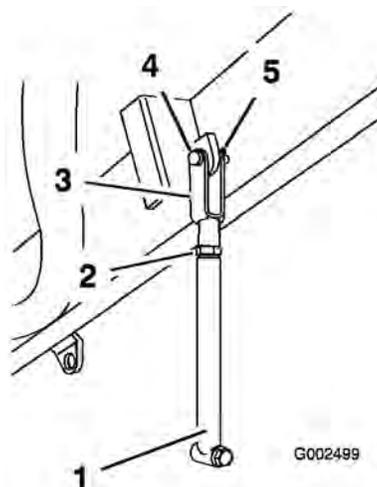

Figure 14
- Montez l'ensemble béquille à l'intérieur du côté arrière gauche du bâti du patin de la cuve, au niveau de la chape, avec un axe et une goupille fendue (Figure 14).